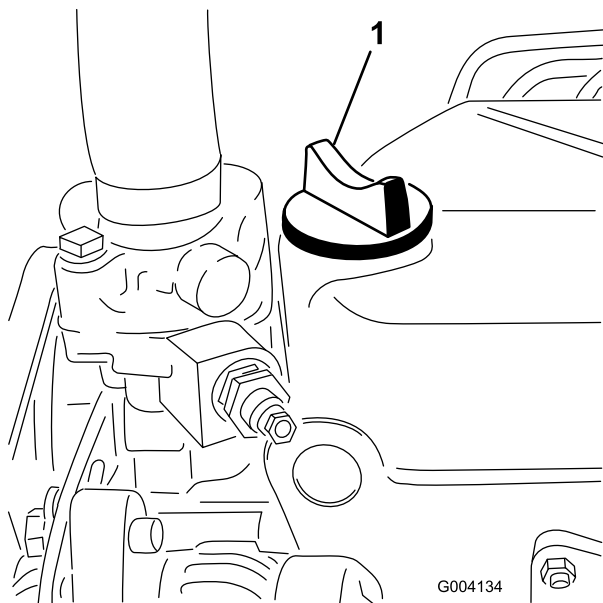

Figure 30
5. Si le niveau n'atteint pas le repère MAXIMUM, enlevez le bouchon de remplissage (Figure 30) et faites l'appoint jusqu'à ce que le niveau atteigne le repère MAXIMUM sur la jauge.